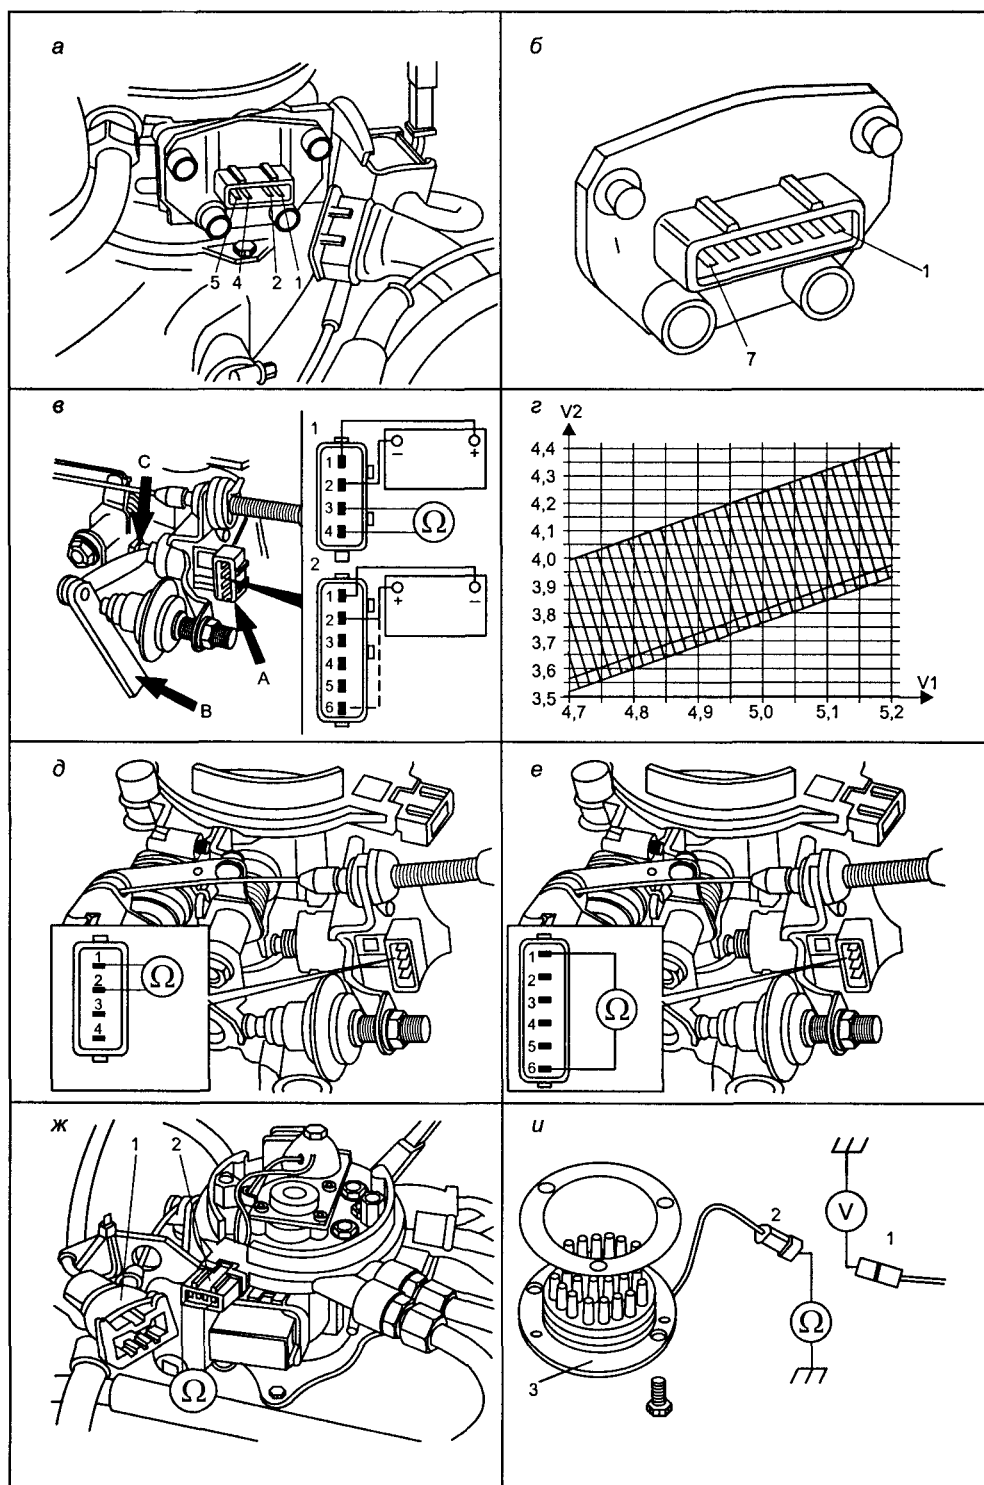

Рис. 2.2.8. Проверка компонентов системы впуска воздуха
Отсоединить разъем от датчика TP положения дроссельной заслонки и проверить сопротивление между соответствующими контактами в разъеме датчика при различных положениях дроссельной заслонки (см. рис. 2.2.8а, 2.2.8б и табл. 2.2.3). При перемещении дроссельной заслонки величина сопротивления должна изменяться плавно, без провалов.
- отсоединить разъем актюатора ISC и, используя внешний источник постоянного напряжения U J 6 В (применение источника U > 6 В может вывести из строя актюатор ISC), собрать диагностическую схему (см. рис. 2.2.8в);
- собрать диагностическую схему в соответствии с рис. 2.2.8в и подать 6 В от внешнего источника к контактам 1—2 (для AT) или 1—6 (для MT) в указанной на рисунке полярности;
- не отключая разъем датчика TP подключиться к его контактам 1—5 (для MT) или 1—7 (для AT), для контроля V1 (рис. 2.2.8г);
- подключиться к контактам 1—2 датчика TP, для контроля V2 (рис. 2.2.8г);
- включить зажигание и, перемещая дроссель, проверить характеристику датчика ТР, в соответствии с графиком (рис. 2.2.8г);
Для автомобилей комплектации МТ и АТ 1/92—6/92 года выпуска и АТ 7/92—94 годов выпуска: отсоединить разъем актюатора ISC и измерить сопротивление между контактами 1 и 2 — его величина должна быть в пределах 3—200 Ом (см. рис. 2.2.8д).
Для автомобилей комплектации МТ 7/92—94 годов выпуска: отсоединить разъем актюатора ISC и измерить сопротивление между контактами 1 и 6 — его величина должна быть в пределах 3—200 Ом (см. рис. 2.2.8е).
Проверить изменение сопротивления датчика IAT между контактами 1—4 разъема форсунки (см. рис. 2.2.8, ж и табл. 2.2.4), в зависимости от температуры входного воздуха. Изменение температуры воздуха можно смоделировать, например, с помощью электрического фена.
- отключить разъем 2 нагревателя 3 впускного коллектора от жгута 1 электропроводки (см. рис. 2.2.8и) и измерить сопротивление термoeлемента, его величина должна быть в пределах 0,25—0,50 Ом;